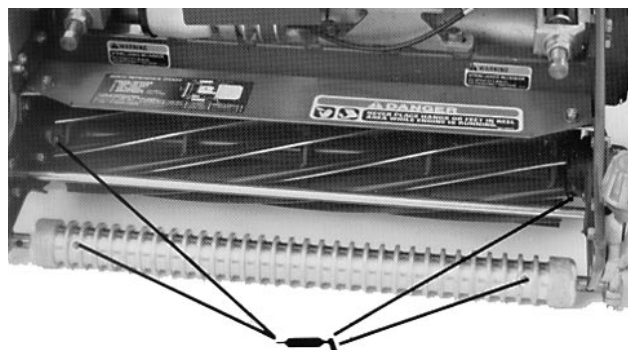
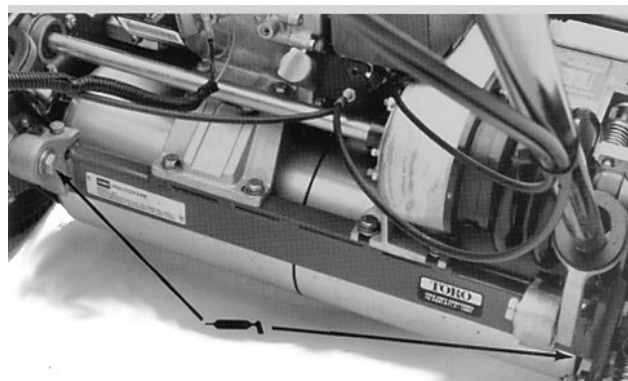
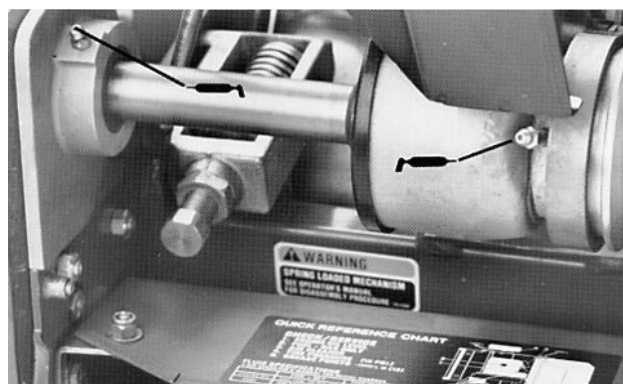
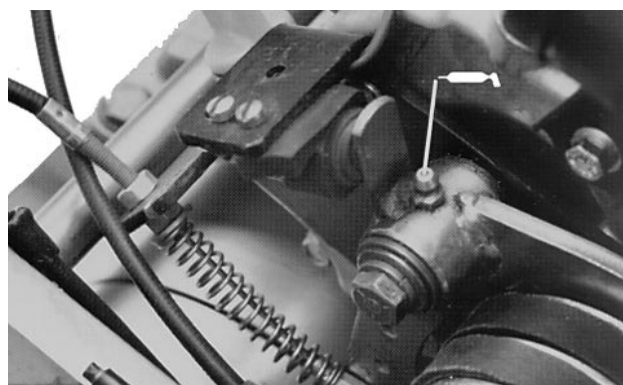

Fig. 16
Fig. 17
Fig. 18
Fig. 19
2. Gli ingrassatori sono: 2 sul rullo anteriore (Fig. 16), 2 sui cuscinetti del cilindro (Fig. 16), 2 sugli assali del tamburo (Fig. 17), 3 sul differenziale (Fig. 17), 2 sui cuscinetti del contralbero del cilindro (Fig. 18), ed 1 sul perno tendicinghia (Fig. 19).